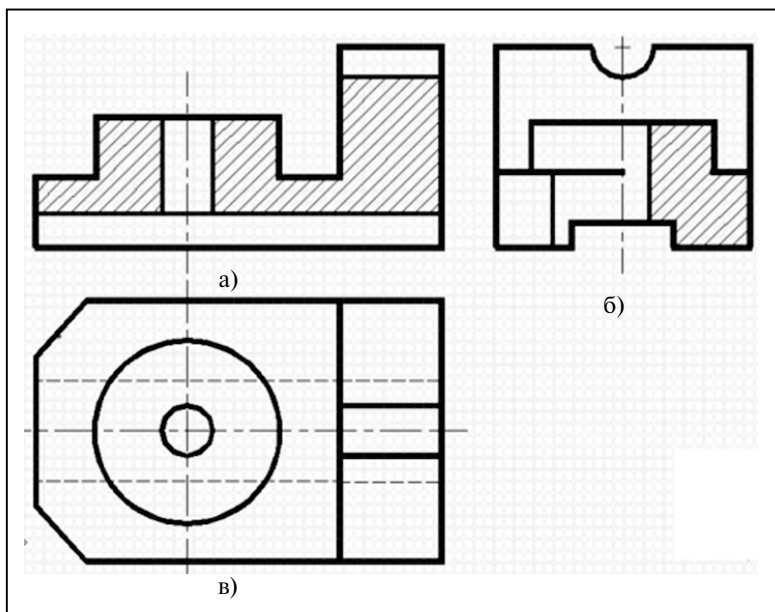

Рис. 6.24. Выполнение фронтального и профильного разрезов:
4. Выполнить профильный разрез, совместив половину вида слева с половиной профильного разреза (рис. 6.24).